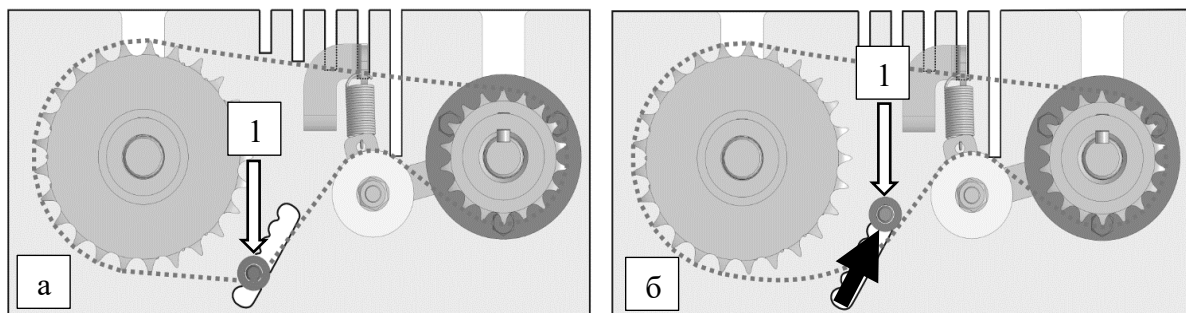

Рисунок 32 – Натяжитель цепи: а) в положении натяжения; б) в ослабленном положении
1. Ослабить в двух местах резьбовые фиксаторы натяжителя цепи (1), рис. 32.